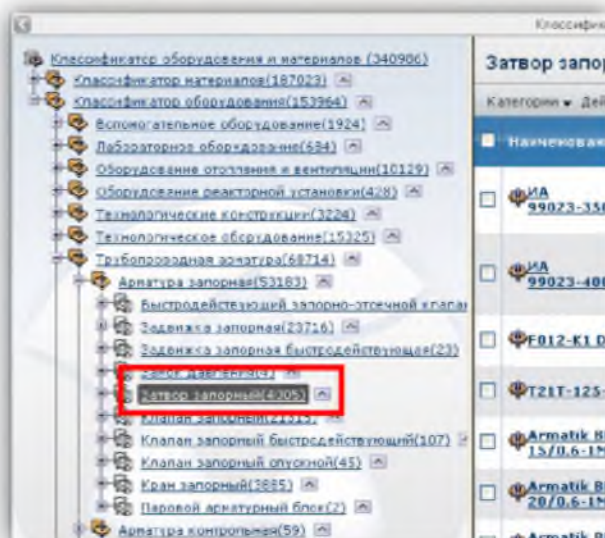

Рисунок 4.6.1.1 – Окно выбора шаблона/ветки классификатора
4.6.1 Выберите конечный шаблон (ветку) в библиотеке «классификатор оборудования и материалов» (рисунок 4.6.1.1).